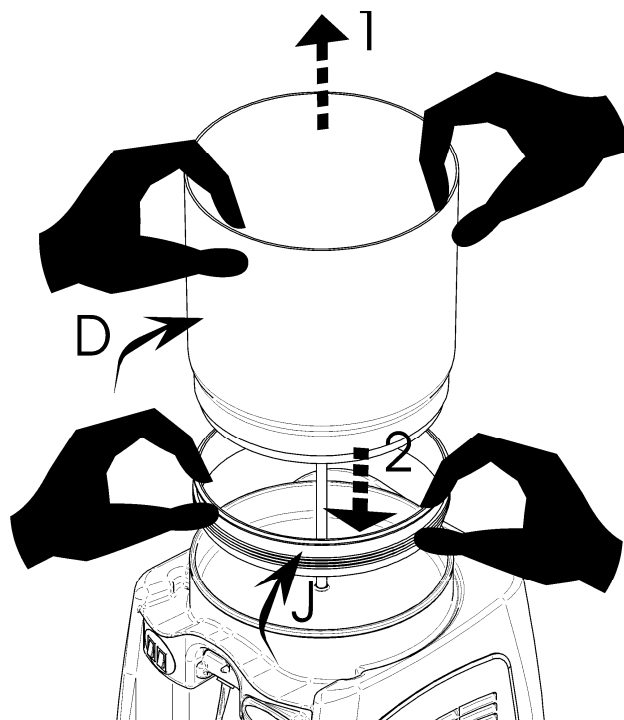

Figure 8
5°. -Extrayez le/les réservoir(s) (D) avec précaution en tirant (1) vers le haut (Fig.8).
6°. -Enlevez le(s) joint(s) de caoutchouc du/des réservoir(s), en tirant (2) vers le haut (Fig.8).